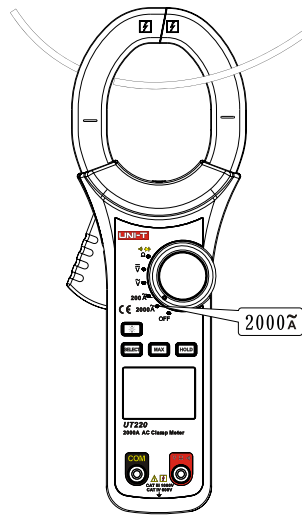

图 8
6. 2000A交流电流测量 (2000 \tilde{A}) (见图8)